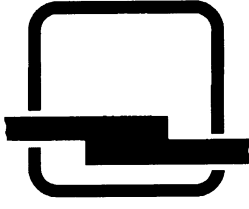

fig. 9
**Junção em sobreposição (Fig. 9)**